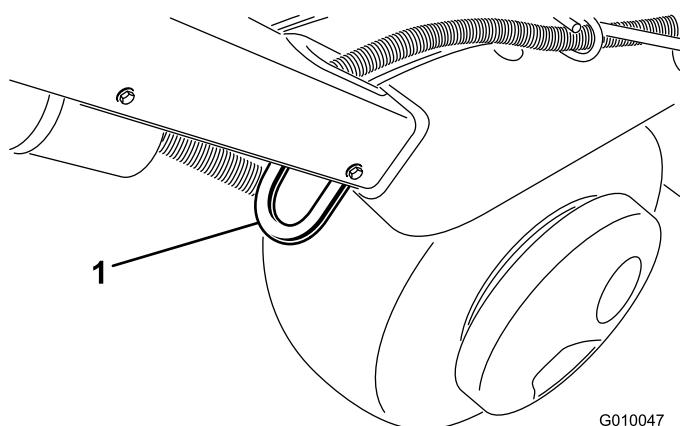

Figure 33
3. Arrimez solidement l'aérateur (Figure 33 à Figure 35) sur la remorque ou le camion à l'aide de sangles, chaînes, câbles ou cordes.